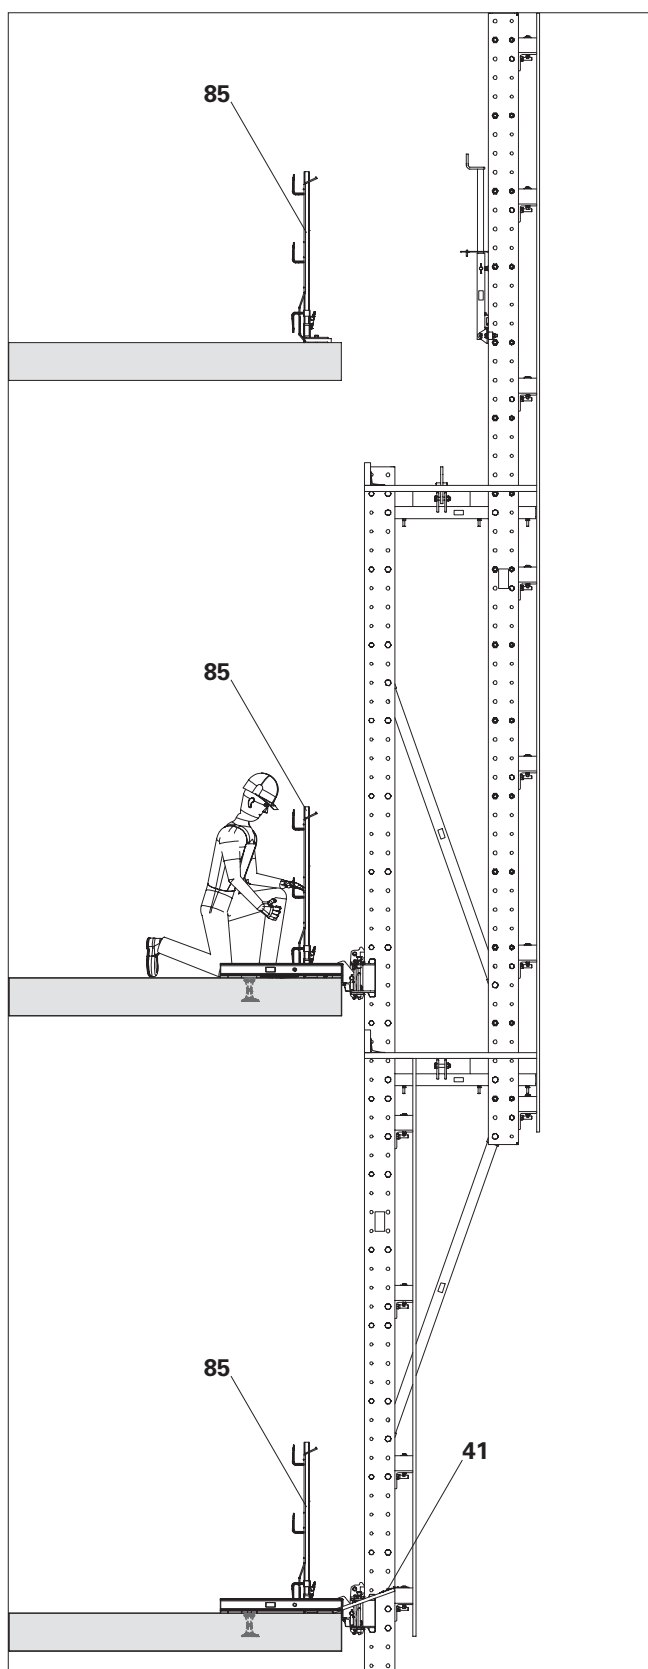

Fig. E1.01
3. Montare i parapetti (85) su tutti i bordi della soletta non sicuri.
4. Rimuovere i tappetini di copertura, piegare e fissare le coperture pieghevoli (41).
- (Fig. E1.01)